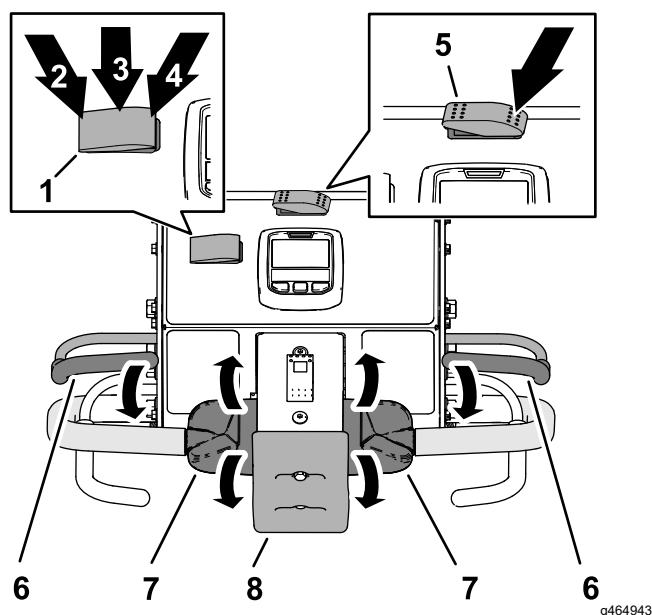

Bild 81
1. Schalten Sie den Transport-/Aerifizierungsschalter in die TRANSPORT -Stellung (Bild 81).